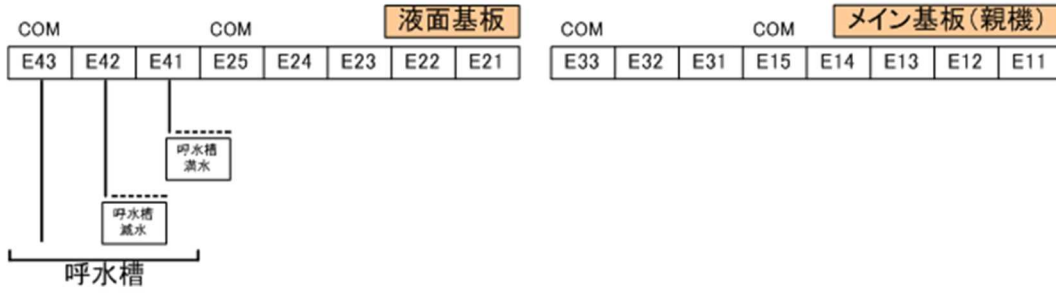

図 5-26
3. 図 5-26～36 について、BNEVS 型と BNLVS 型の場合は、メイン基板に親機の区別はありません。